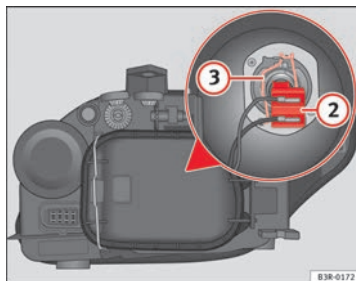

Abb. 208 Abblendlicht
- Ziehen Sie am Stecker ⇒ Abb. 208 ② und nehmen Sie diesen so von der Lampe ab.
- Nehmen Sie die Haltefeder ⇒ Abb. 208 ③ durch Eindrücken und Rechtsdrehung ab.